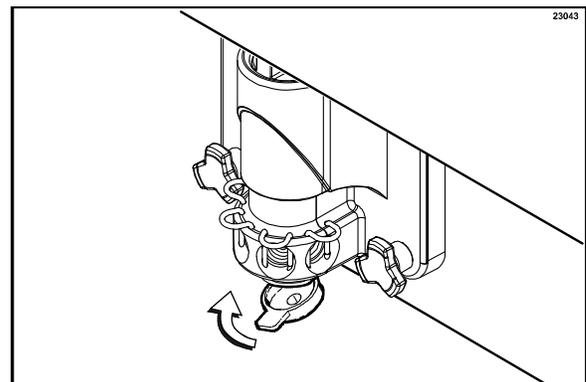

図27
8. ドアスパウトにノズルキャップを取り付けます (図27を参照)。